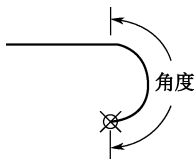

图 5-45 圆弧包含角
② “角度(A)”选项：指定弧线段从起点开始的包含角，如图 5-45 所示。输入正数将按逆时针方向创建弧线段，输入负数将按顺时针方向创建弧线段。